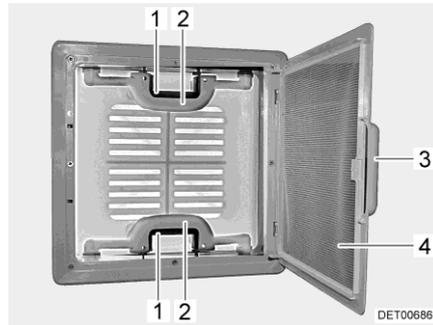

Fig. 26 Claraboya con cierre de resorte
- Tirar del tirador (Fig. 26,3).
- Plegar hacia abajo la protección contra insectos (Fig. 26,4).
- Presionar el cierre de resorte (Fig. 26,1) hacia el lado interior de la claraboya. Presionar simultáneamente hacia arriba la claraboya con el tirador (Fig. 26,2).
- Plegar hacia arriba la protección contra insectos (Fig. 26,4) hasta que engatille.
- Tirar la claraboya enérgicamente hacia abajo por los dos tiradores (Fig. 26,2), hasta que los dos cierres de resorte (Fig. 26,1) hayan engatillado.